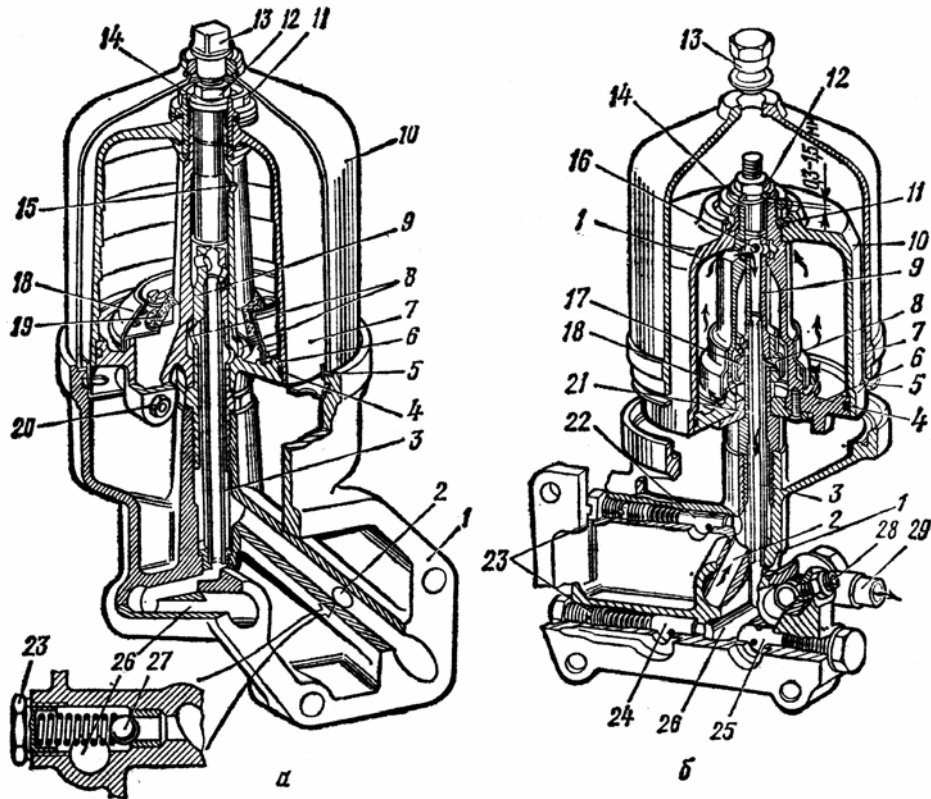

Рис. 2.6. Фильтры тонкой очистки масла:
3. Изучите фильтр тонкой очистки масла (центрифугу) А-41 и А-01М (рис. 2.6, а). Центрифуги на этих двигателях полнопоточные, они пропускают через себя все масло, подаваемое насосом в смазочную систему.
4. Изучите схему действия центрифуги двигателя Д-240. Центрифуга - активно-реактивная. Масло из насоса, пройдя радиатор, попадает в канал 2 (рис. 2.6, б) и далее в кольцевой канал между внутренней полостью оси 9 и трубкой 3. Из кольцевого канала масло поступает внутрь ротора через отверстия в насадке 17. При рабочей температуре и давлении масла 0,65...0,7 МПа оно с большой скоростью выбрасывается из них и попадает на скошенные в виде лопаток турбины отверстия в корпусе 6. Возникающая при этом касательная сила создает вращающий момент,
4. Изучите масляный фильтр (центрифугу) (рис. 2.6). От насоса масло поступает по каналу 2 в пространство между осью 9 и трубкой 3. Через отверстия 8 масло поступает в полость ротора. Примерно 1/6 часть масла обходит отражатель 18 и поступает к форсункам 20. При давлении в системе 0,8...0,95 МПа масло с большой скоростью вытекает из форсунок, что создает реактивную силу, действующую на ротор, и обеспечивает частоту вращения ротора центрифуги 5000...6000 мин⁻¹. При этом масло, находящееся в полости ротора, подвергается центробежной очистке. Чистое масло через отверстия 15 и 16 поступает через трубку 3 и канал 26 в главную масляную магистраль.